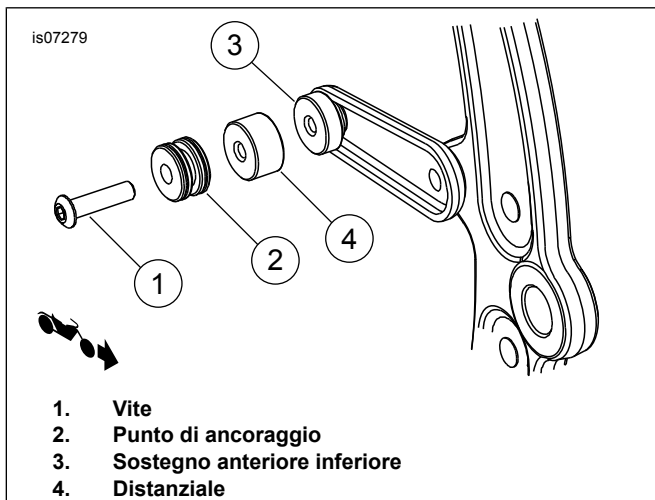

Figura 5. Punto di ancoraggio anteriore inferiore (con altri accessori rimovibili)
1. Vedere Figura 5. Installare il mini punto di ancoraggio (2) e il distanziale (4) sulla vite (1).
3. Installare la vite nel sostegno anteriore inferiore (3). Serrare la vite ad una coppia di 16,3–24,4 N·m (12–18 ft-lbs).